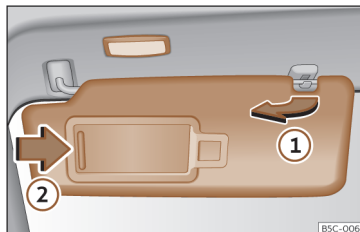

Fig. 104 Parasolarul
- Parasolarul poate fi scos din cadru și rotit spre ușă»» fig. 104 ①.